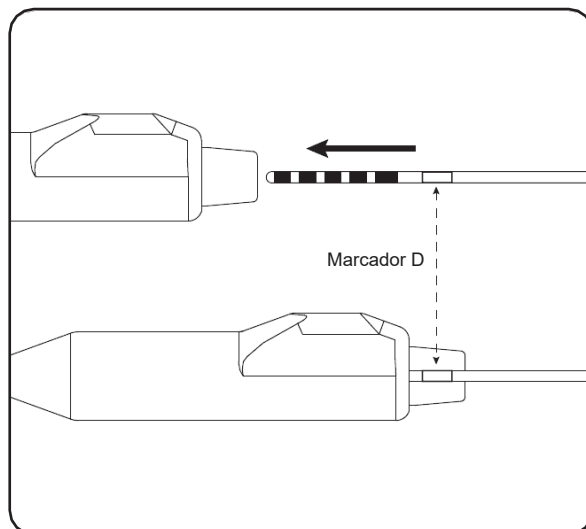

Figura 18: Inserte el conjunto de electrodos por completo en el bloque conector de la extensión percutánea.
4. Inserte el conjunto de electrodos en el bloque conector de la extensión percutánea hasta que quede completamente asentado y no pueda seguir avanzando. El marcador D del conjunto de electrodos debe quedar dentro del prensacable de la extensión percutánea (Figura 18). El manguito de retención del conjunto de electrodos dentado debe posicionarse debajo del tornillo de fijación de la extensión percutánea.